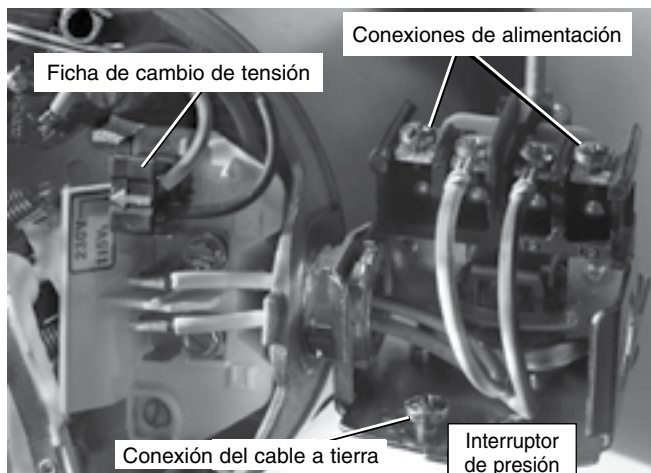

Figura 8: Tensión configurada para 230 voltios, tipo ficha.
4. Conecte los conductores de alimentación a los dos tornillos exteriores en el manóstató según se ilustra en el Figura 8.
5. Conecte el cable a tierra a una de las conexiones a tierra según se ilustra en la Figura 8.